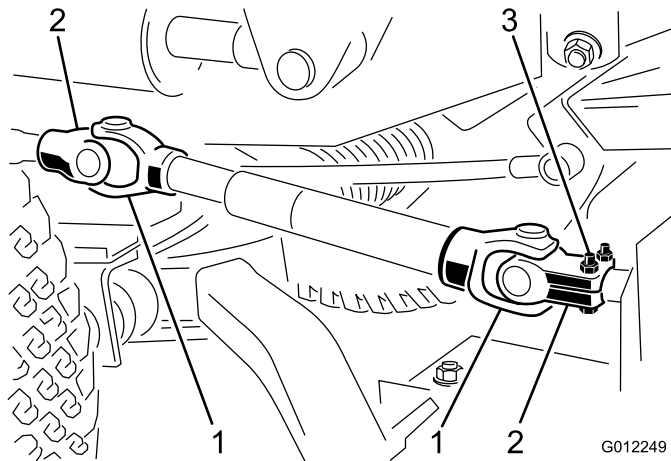

Figura 11
2. Deslice la horquilla sobre el eje y sujete los dos componentes con un pasador cilíndrico y 2 tornillos de caperuza (5/16 x 1-3/4 pulgadas) y contratruercas (5/16 pulgadas) (Figura 11).